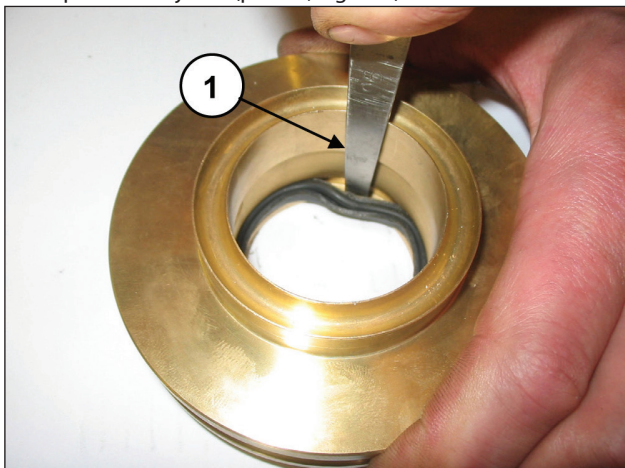

Fig. 133
Para quitar la junta de baja presión, es necesario utilizar un espesímetro o una herramienta que no dañe el alojamiento del soporte de la junta (pos. ①, Fig. 133).